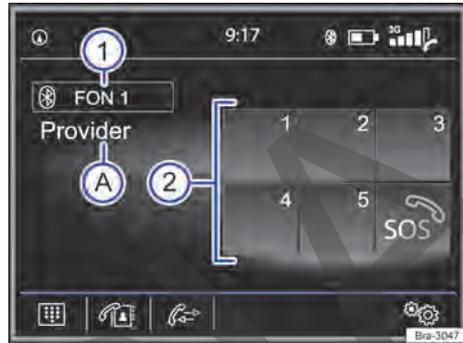

Fig. 172 Menú principal PHONE.
Los favoritos (teclas de marcado rápido) → fig. 172 ① pueden ocuparse con una entrada de la lista de contactos.